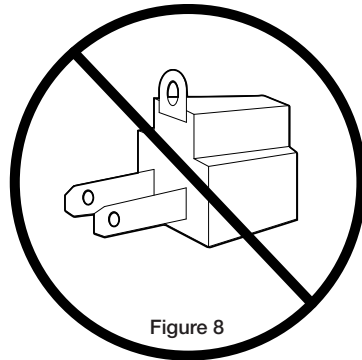

Figure 8
- N'utilisez pas un adaptateur (Figure 8).